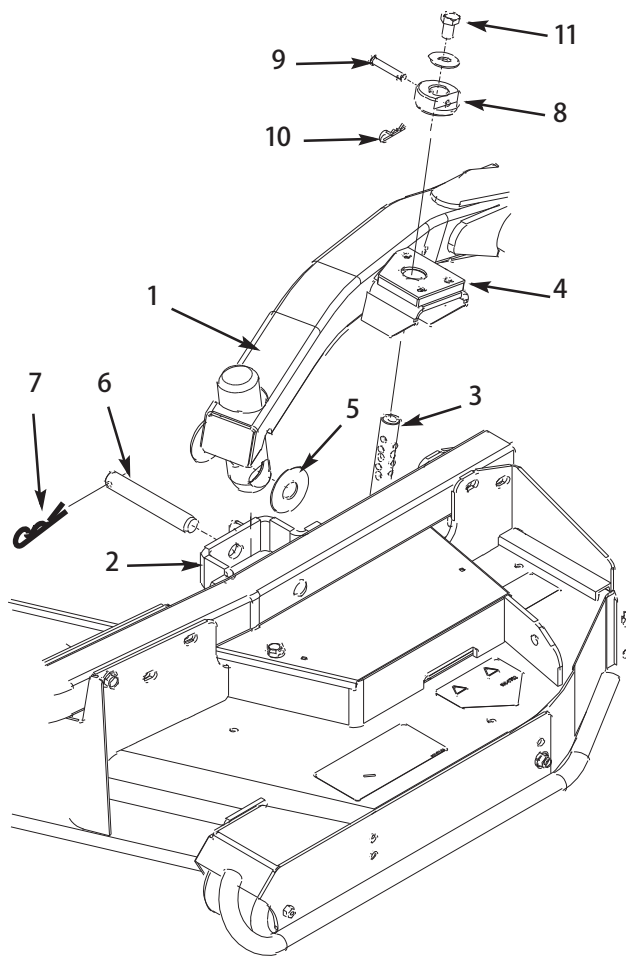

図 3
2. 昇降レバーをフロート位置とする。昇降アームを押下げて、昇降アームについている穴とキャスト・アーム・ブラケットについている穴を整列させ、昇降アームのパッドに刈高ロッドを挿入できるようにする (図3)。
3. スラスト・ワッシャ2枚、クレビス・ピン、ヘアピン・コッターを使って、昇降アームをキャスト・アームに固定する。スラスト・ワッシャは昇降アームとキャスト・アーム・ブラケットの間に入れる (図3)。コッター・ピンを、キャスト・アーム・タブのスロットに差し込んで固定する。
7. 刈高ロッドに刈高カラーを取り付け、クレビス・ピンとヘアピン・コッターで固定する (図3)。できれば、クレビス・ピンの頭をデッキの前面に向けておいてください。
8. 各刈高ロッドの上部に 1/2 x 3/4" キャップスクリュとワッシャを取り付ける (図3)。